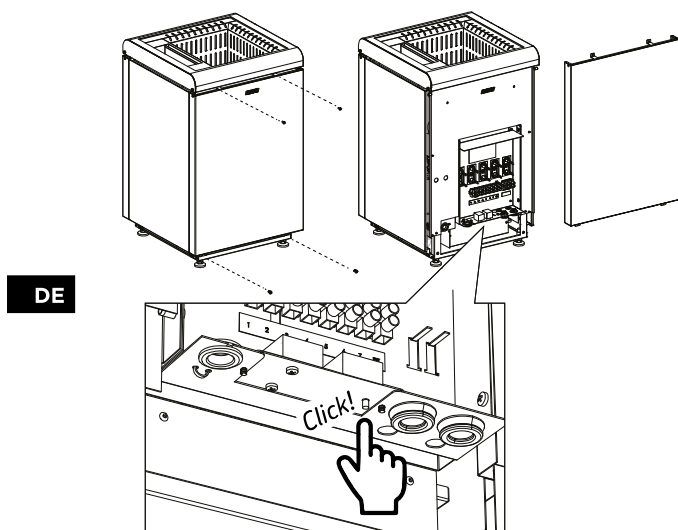

Abbildung 13. Zurücksetzen des Überhitzungsschutzes des Verdampfers
- Stellen Sie sicher, dass der Überhitzungsschutz nicht ausgelöst wurde. (Abbildung 13. Zurücksetzen des Überhitzungsschutzes des Verdampfers)
- Anleitung zum Zurücksetzen des Überhitzungsschutzes des Verdampfers (Abbildung 13. Zurücksetzen des Überhitzungsschutzes des Verdampfers)